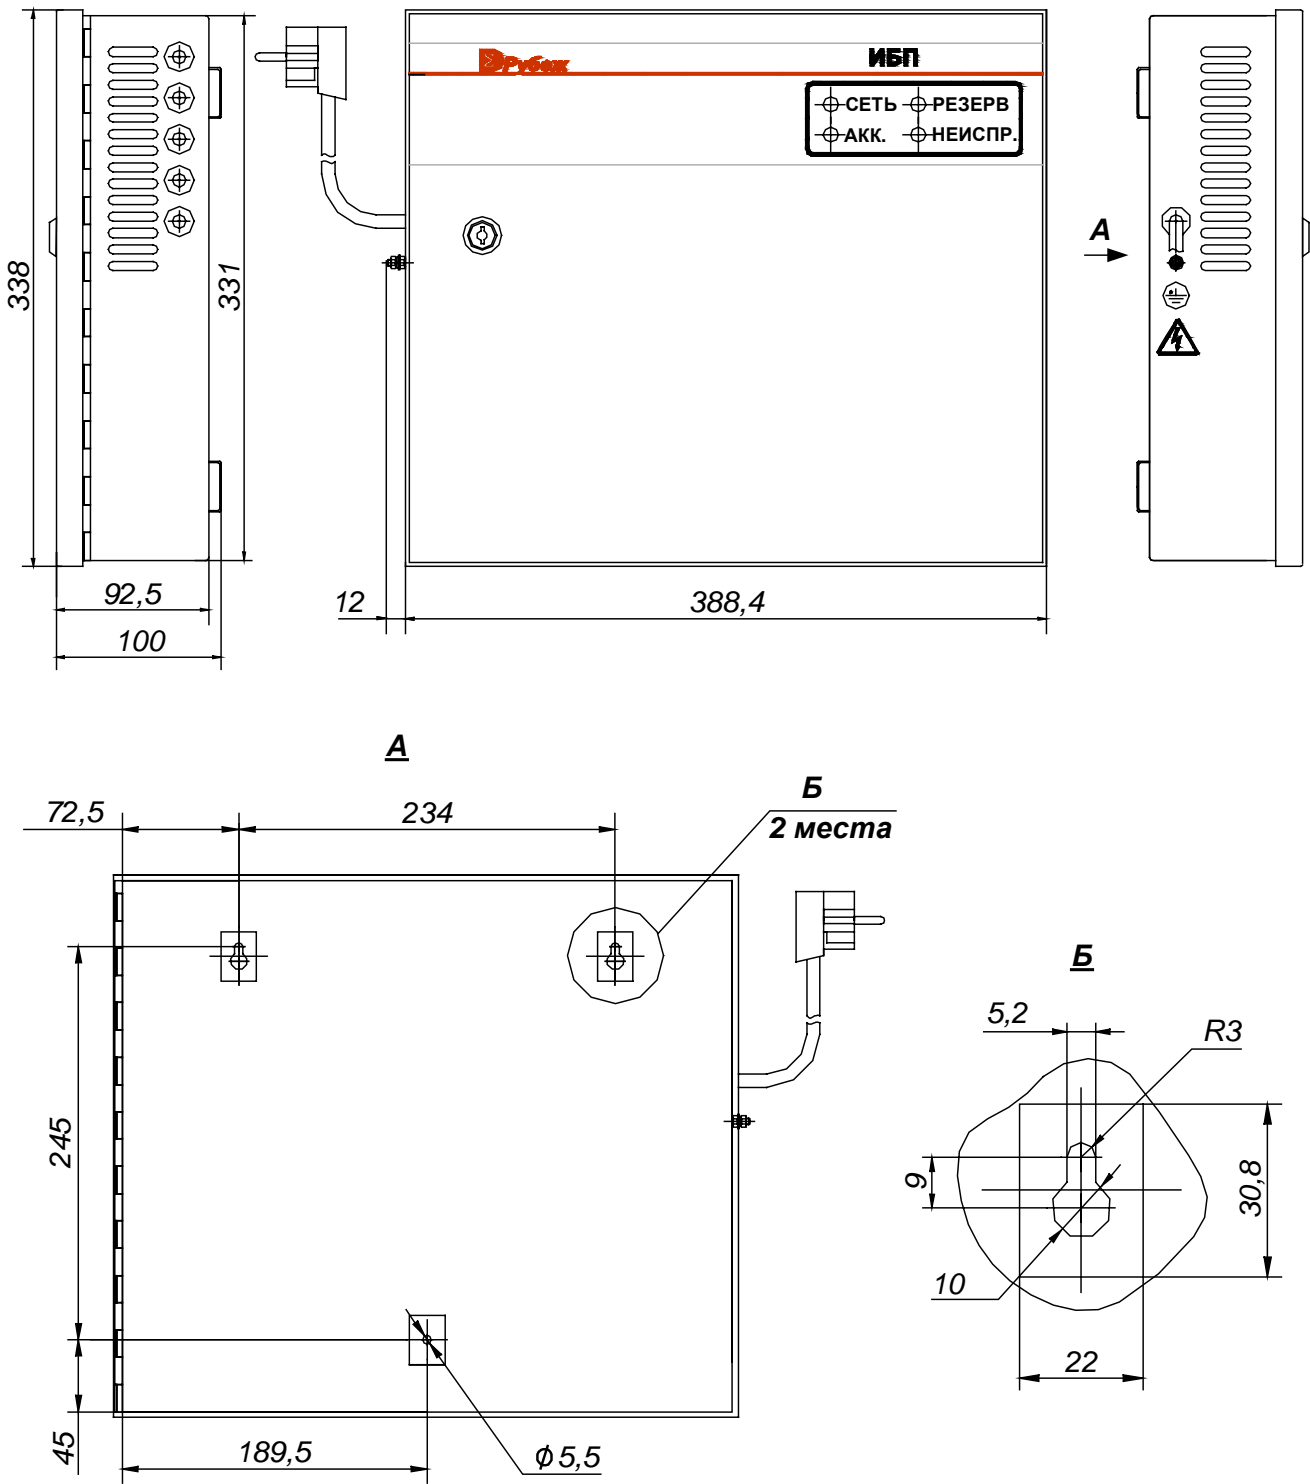

Рис. 9 Присоединительные размеры ИБП 1200/2400
6.4.1 На месте установки ИБП крепится к стене или другим конструкциям в вертикальном положении. При установке необходимо следить за тем, чтобы не были закрыты вентиляционные отверстия другими устройствами или блоками. Присоединительные размеры ИБП приведены на Рис. 9.